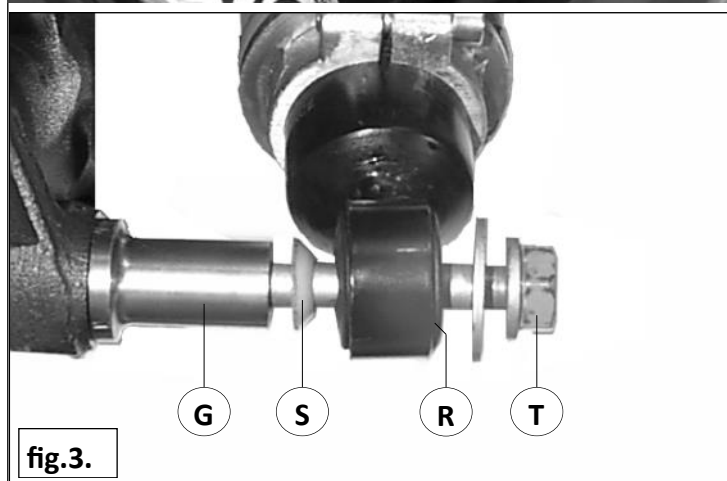

fig.3.
9. Plaats ring **S** volgens fig.3. Monteer rubber **R** op bus **G** door bout **T** aan te draaien. Schuif rubber **R** verder naar het midden van bus **G** met behulp van een bandenlichter. Zie fig.4.
9. Place ring **S** as shown in fig.3. Mount rubber **R** on cilinder **G** by screwing in bolt **T**. Slide rubber **R** to the middle of cilinder **G** with use of a lever, see fig.4.
9. Der Ring **S** wird als Montagehilfe für den Gummi **R** gemäß Bild 3 montiert. Schieben Sie den Gummi **R** über den Zylinder **G** indem Sie den Bolzen **T** drehen. Schieben Sie Gummi **R** weiter bis zur Mitte des Zylinders **G**. Verwenden Sie hierfür einen Reifenmontagehebel. Siehe Bild 4.
9. Posez la rondelle S suivant fig. 3. Posez le caoutchouc R sur la douille G en vissant le boulon T. Glissez le caoutchouc R vers le centre de la douille G à l'aide d'un démonte-pneu. Voir Fig. 4.
- Ring **S** wordt niet gebruikt voor de Renault Mégane Break en de Scénic 08.99.. Zie fig. 3.
- Ring **S** will not be used for the Renault Mégane Break / Scénic 08.99... See Fig. 3.
- Der Ring **S** wird nicht gebraucht für den Renault Mégane Break / Scénic 08.99... Siehe Bild 3.
- La rondelle **S** n'est pas utilisée sur Renault Mégane Break / Scénic 08.99.. Voir fig. 3.